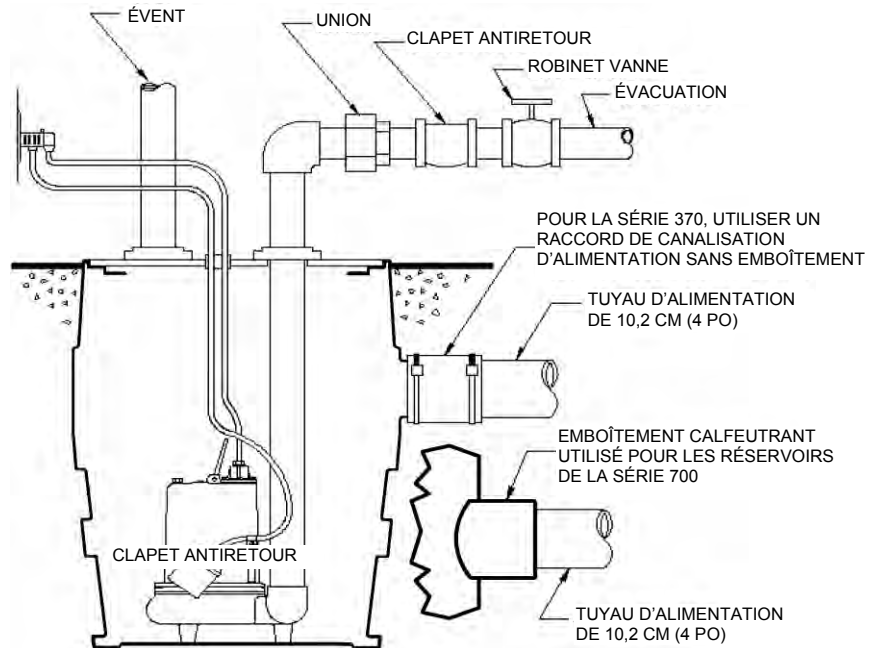

Fig. 2 – Installation type du système à une pompe
A. Systèmes simples (une pompe) (voir fig. 2) :